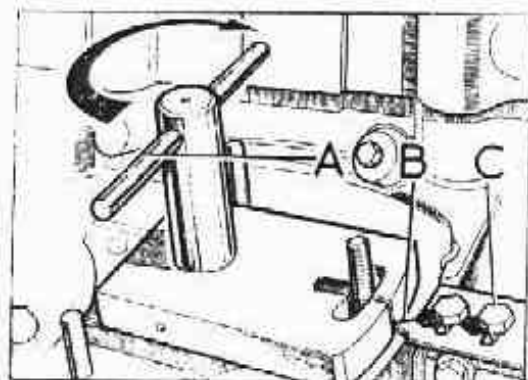

Fig. 45. Bomba para puesta a punto
2. El indicador para puesta a punto A (fig. 45) se introducirá en el mecanismo de mando de la bomba, y se girará el mando del indicador en el sentido que señala la flecha, para eliminar el huelgo entre los dientes de los pinones. Manteniéndolo en esta posición, se aflojarán los tornillos C, si fuese necesario, que fijan el índice de referencia B de puesta a punto, y se desplazará éste lo necesario para hacerlo coincidir con la marca de referencia del indicador A.